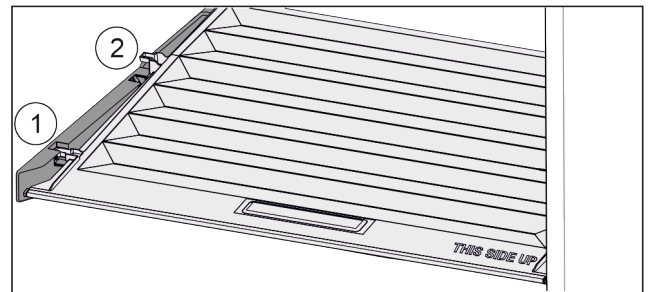

Fig. 96
- ▶ Deckel bis zur Öffnung in den Halteteilen nach vorne ziehen Fig. 96 (1).
- ▶ Hinten von unten anheben und nach oben wegnehmen Fig. 96 (2).